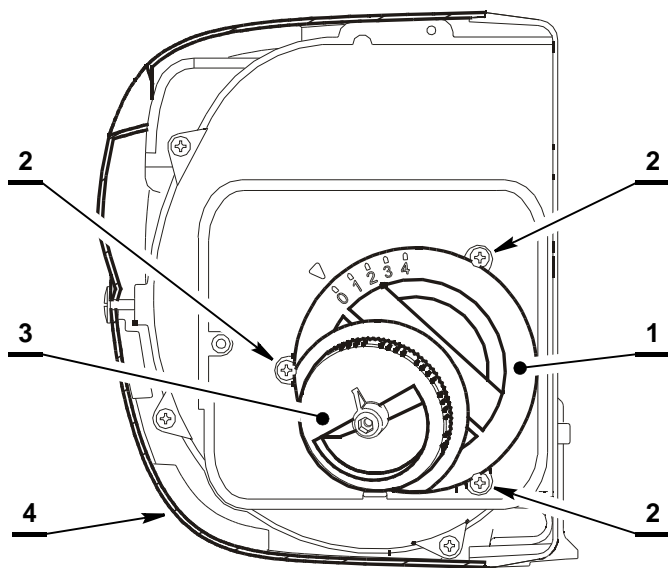

Fig. 17
Según la potencia del quemador, hay que regular el aire girando el aductor 1) (Fig. 17) y después el mando 3).
- Quitar la envolvente del quemador 1) (Fig. 17), aflojar los cuatro tornillos 2);
- Se realiza girando el mando 3) (Fig. 17). La rotación hacia la derecha limita la sección del paso de aire y hace aumentar el valor de CO₂; hacia la izquierda sucede lo contrario.
Por ninguna razón se debe cubrir la entrada de aire en la zona del mando 3) (Fig. 17), ni la zona de la rejilla de aspiración 10) (Fig. 3), salvo por la presencia de la envolvente.
Está prohibido acceder adentro de la abertura de aspiración del mando 3) (Fig. 17) con los dedos o con cualquier herramienta.